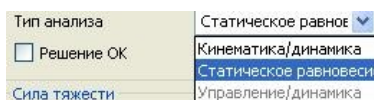

рис.3
•В окне *Тип анализа* также возможны разные варианты (рис.3). Анализ *Кинематика \ Динамика* мы неоднократно применяли. А вот про *Статическое равновесие* мы сейчас и поговорим. Это расчет